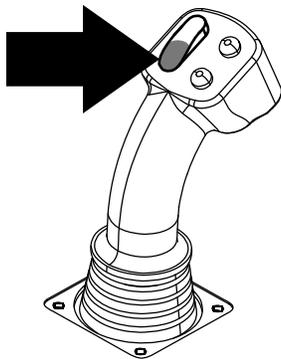

Рисунок 23
**Внимание:** Необходимо удерживать нижнюю часть перекидного кулачкового переключателя на левом джойстике нажатой до упора вниз до тех пор, пока действие на каждом этапе не будет завершено (Рисунок 23).